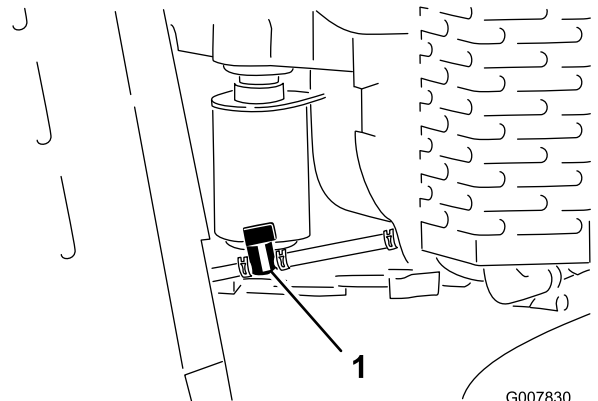

Figura 35
3. Gire la válvula de cierre del combustible a la posición de Cerrado (Figura 35).
4. Apriete los extremos de la abrazadera en el lado del motor de la válvula y deslícela por el tubo de combustible, alejándola de la válvula (Figura 35).
5. Retire el tubo de combustible de la válvula (Figura 35).